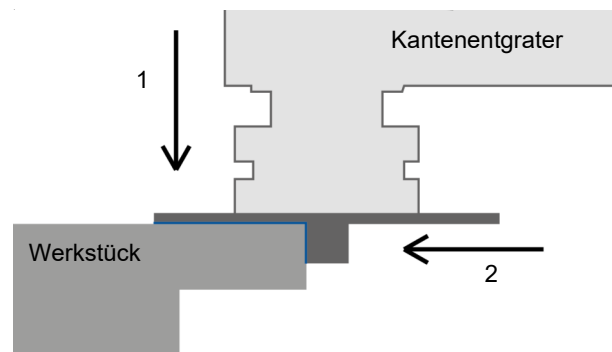

Abb. 13: Ansetzen des Kantenentgraters KE 10 auf das Werkstück
Schritt 4: Zuerst plan aufsetzen ohne das Material mit dem Fräskopf zu berühren (1, Abb.13). D.h. die Maschine mit der Führungsscheibe plan auf das Werkstück aufsetzen ohne die Führungsrollen seitlich am Werkstück anzusetzen.
Schritt 5: Als nächstes zusätzlich die Führungsrolle seitlich am Werkstück ansetzen (2, Abb.13). Dabei muss die Maschine die volle Arbeitsgeschwindigkeit bereits erreicht haben.